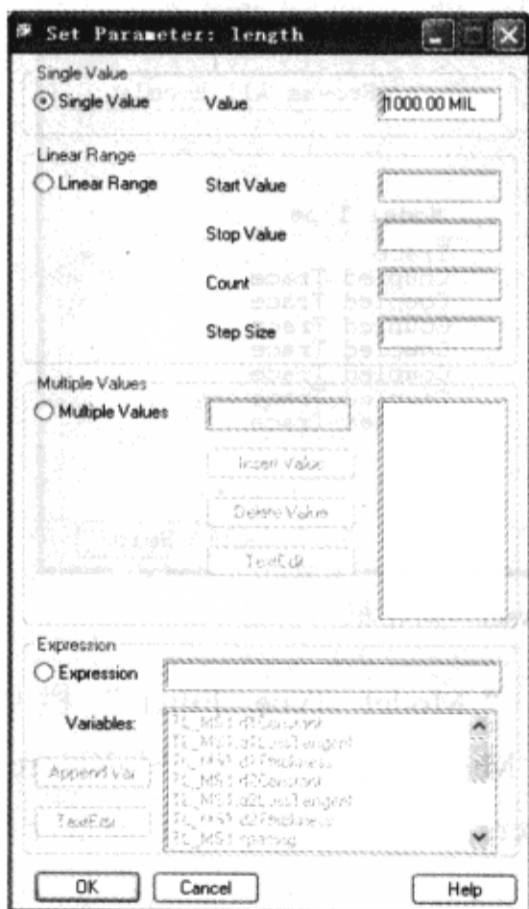

图 3-10-11 “Set Parameter: length”窗口
(4) 在 SigXplorer 的“Parameters”表格中, 单击“length”的包含“1000mil”的“Value”区域→一个向下的箭头显示在“1000mil”区域的后面→单击向下的箭头, 弹出“Set Parameter: length”窗口, 如图 3-10-11 所示。